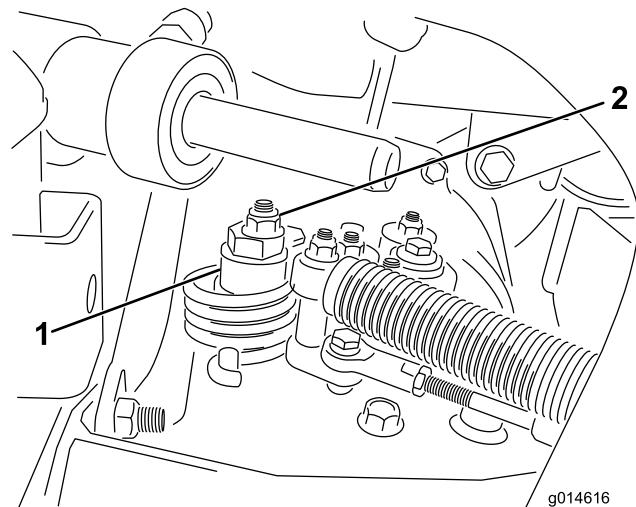

Figura 47
- Allentate il dado che fissa l'eccentrico alla parte superiore dell'igrostat (Figura 47).
- Fate girare l'eccentrico finché non riscontrate movimenti in alcuna direzione. Quando la ruota cessa di girare, serrate il dado di bloccaggio dell'eccentrico per mantenere la messa a punto (Figura 47). Verificate la regolazione portando l'acceleratore in posizione Slow e Fast.